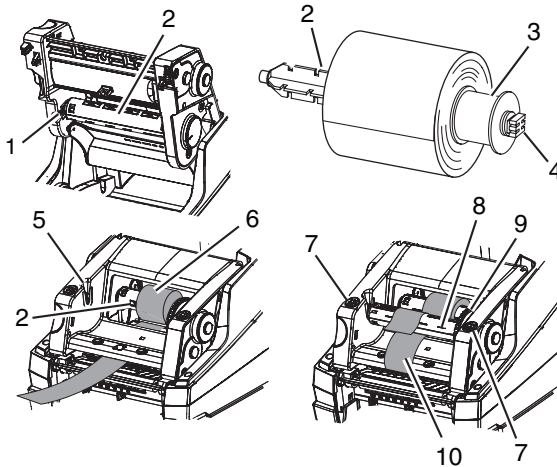

Bild 18, Transferfolie einlegen
- Schieben Sie die alte Folienspindel (**Bild 18, 2**) etwas nach rechts und ziehen Sie das linke Ende (**Bild 18, 1**) der Spindel zu sich.
- Führen Sie das Foliende unter dem Druckkopf durch und über dem Druckkopf zurück (**Bild 18, 10**) zum Folienaufwickler (**Bild 18, 8**).
- Drehen Sie das Spannrade (**Bild 18, 9**) um einige komplette Umdrehungen, um sicherzustellen, dass die Folie nicht unter der Folienklemme hervorrutscht. Die Folie sollte jetzt glatt und straff unter dem Druckkopf hervorkommen.
- Schwenken Sie das Druckmodul nach unten. Drücken Sie beidseitig auf die Verriegelungspunkte (**Bild 18, 7**), bis das Druckmodul einrastet. Schwenken Sie das Bedienfeld bis zum Einrasten an.